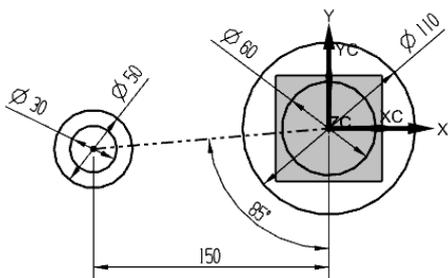

图 2-26 绘制 $\phi 30$ 和 $\phi 50$ 圆
- (1) 选择“圆”命令，分别绘制 $\phi 30$ 圆和 $\phi 50$ 圆，并约束两圆同心。
- (2) 选择“直线”命令，分别经过两个圆心绘制一条直线。
- (3) 选择“转换为参考”命令，将直线转换为参考线。
- (4) 选择“自动判断尺寸”命令，分别标注各尺寸，如图 2-26 所示。